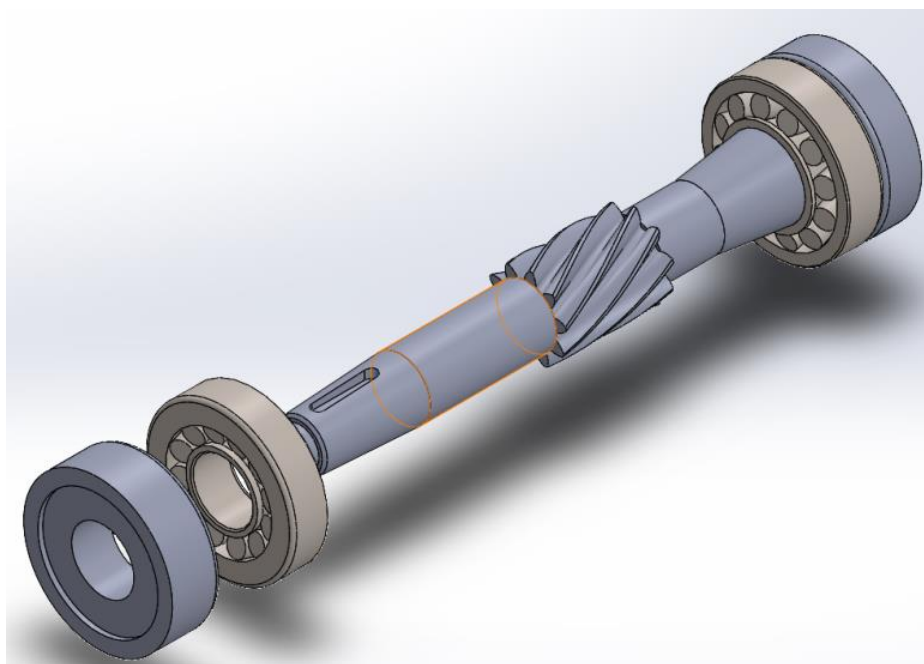

Рисунок 4.7 – Збірка із частково рознесеними частинами
4. Щоб зберегти вид із рознесеними частинами (рис. 4.7) потрібно натиснути .